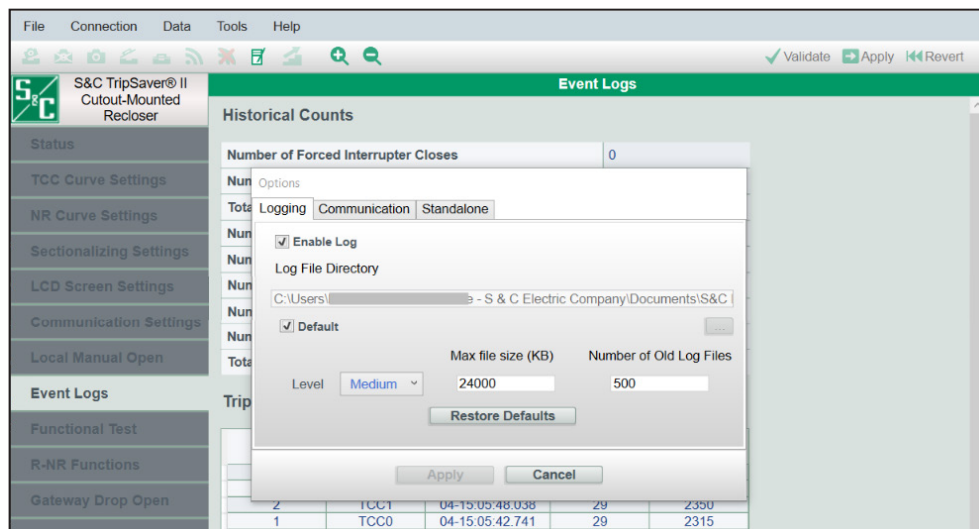
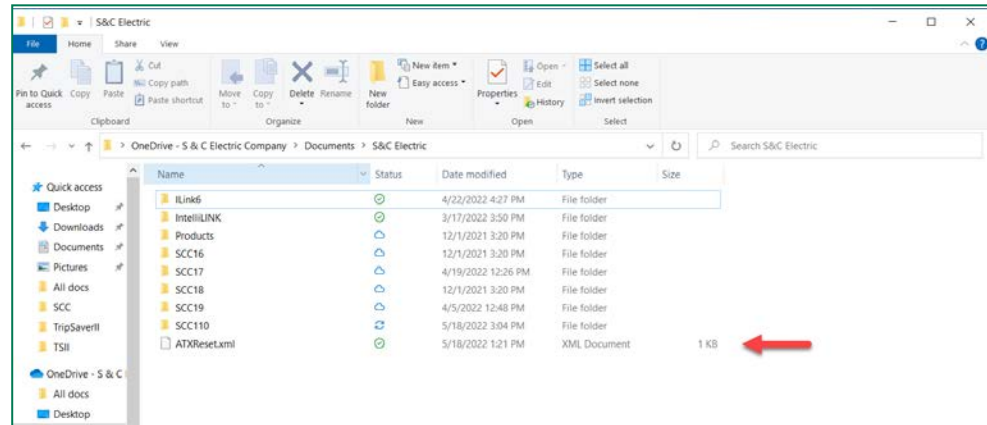
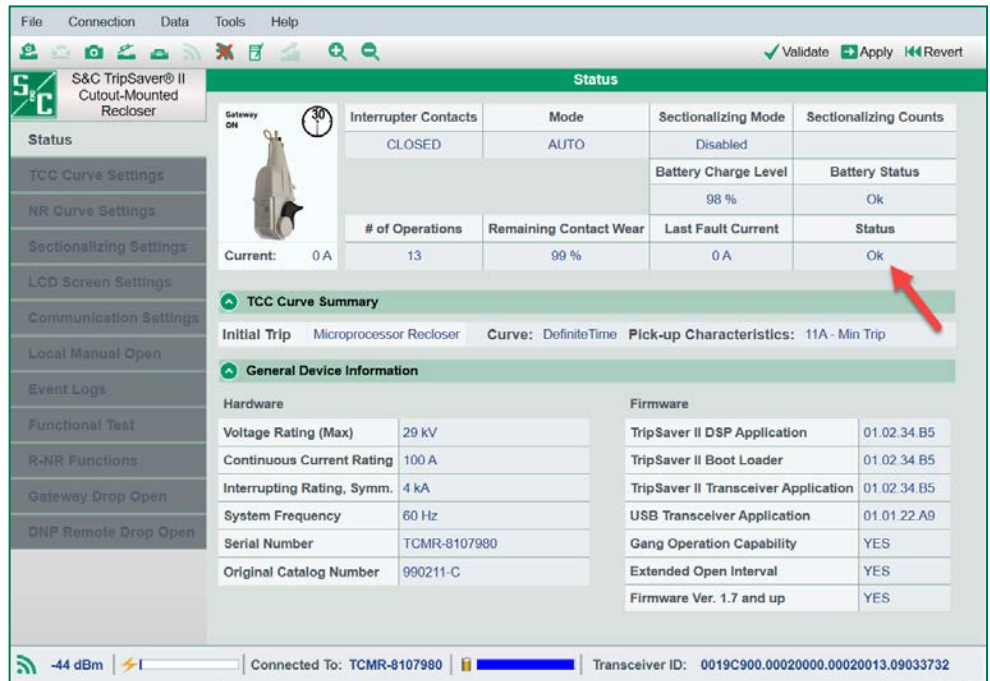

Figura 156. Diretório de Arquivo de Log default.
Figura 157. A localização do arquivo de reparo no Diretório de Arquivos de Log default.
Figura 161. Tela Status após um procedimento de rearme de Remoção da Indicação de Manutenção Imediata feito com sucesso.
PASSO 4. A S&C envia o arquivo de reparo ATXReset.xml. Coloque o arquivo de reparo no diretório default Log File Directory. Para achar o Log File Directory, selecione *Tools>Options* (Ferramentas>Opções) no menu **Main** (Principal). Ver Figura 156 e Figura 157 na página 114.
Vá para a tela *Status* e confira o status do religador TripSaver II. Se o Status estiver **OK**, a condição de **Manutenção Imediata** foi removida. Ver Figura 161 na página 117. Em seguida exclua o ATXReset.xml do diretório de arquivos de log default. Ver Figura 157 na página 114. Se o status de **Manutenção Imediata** ainda estiver presente, entre em contato com o Centro Global de Monitoração e Suporte da S&C no número 1-888-762-1100 (atendimento em inglês). No Brasil, ligue para (41) 3382-6481, em horário comercial.